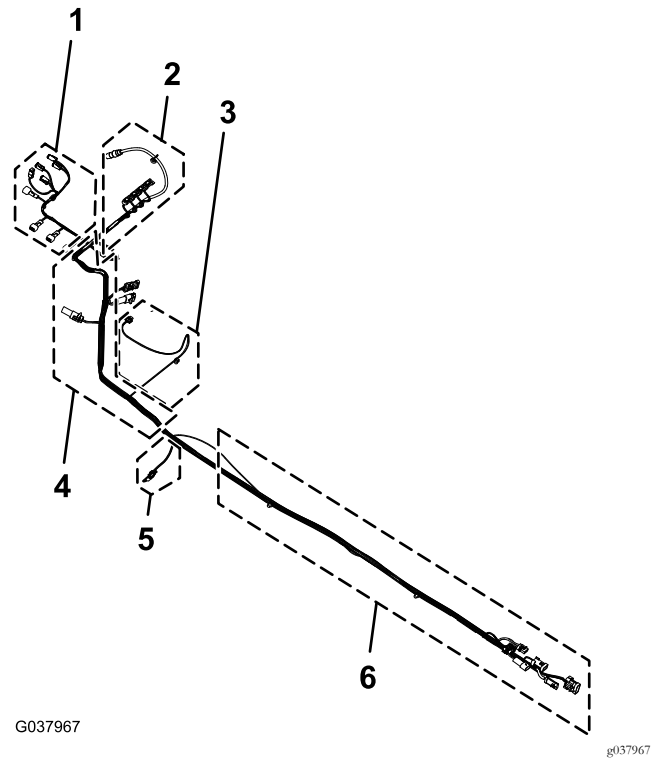

Bild 101
1. Ermitteln Sie den 168-cm-Zweig des neuen elektrischen Kabelbaums (Bild 101).